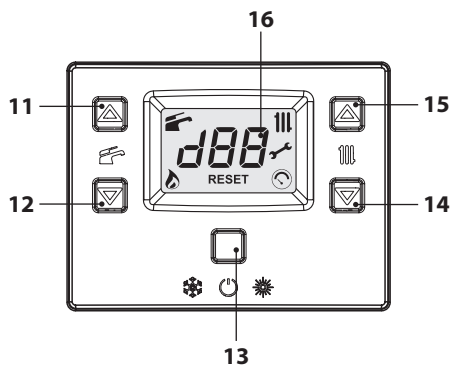
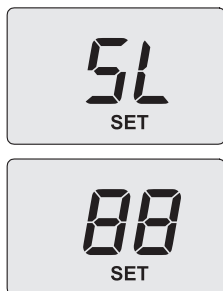

Figura 7.2
Figura 7.12
- Entrare in "modalità programmazione" premendo contemporaneamente per 10 secondi i tasti 13-14-15 (Figura 7.2) fino a far apparire sul display LCD le lettere **Pr** che si alternano al numero del parametro **01**, indicando l'entrata nel "parametro 01" (Figura 7.3).
- Scorrere i vari parametri utilizzando i tasti 14 o 15 (Figura 7.2) fino a far apparire sul display LCD le lettere **Pr** che si alternano al numero del parametro **09**, indicanti l'entrata nel "parametro 09" (Figura 7.4).
- Utilizzando i tasti 11 o 12 (Figura 7.2) è possibile scorrere i vari valori di regolazione.
- Utilizzare i tasti 14 o 15 (Figura 7.2) fino a portarsi allo stato **LP** (spazzacamino attivo in minimo sanitario) e premere il tasto 13 per confermare. Sul display appare **LP** alternato alla temperatura minima in sanitario.
- Entrare in "modalità programmazione" premendo contemporaneamente per 10 secondi i tasti 13-14-15 (Figura 7.2) fino a far apparire sul display LCD le lettere **Pr** che si
- Scorrere i vari parametri utilizzando i tasti 14 o 15 (Figura 7.2) fino a far apparire sul display LCD le lettere **Pr** che si alternano al numero del parametro **09**, indicando l'entrata nel "parametro 09" (Figura 7.4).
- Agire sui tasti 15 o 14 (Figura 7.2) per incrementare o decrementare il valore. Attendere 3 secondi per stabilizzare la pressione del gas quindi leggere il valore sul manometro gas. **Ricordarsi di mantenere l'andamento in salita.**
- Premere il tasto 12 (Figura 7.2) per 5 secondi per memorizzare il valore.
- Premere il tasto 11 (Figura 7.2) per passare alla taratura del minimo gas. Il display visualizza **SL** alternato al parametro potenza minima assoluta e la scritta **"SET"** (Figura 7.12).
- Agire sui tasti 15 o 14 (Figura 7.2) per incrementare o decrementare il valore. Attendere 3 secondi per stabilizzare la pressione del gas quindi leggere il valore sul manometro gas. **Ricordarsi di mantenere l'andamento in discesa.**
- Premere il tasto 11 (Figura 7.2) per verificare il valore minimo impostato ed eventualmente correggerlo seguendo la procedura sopra descritta.